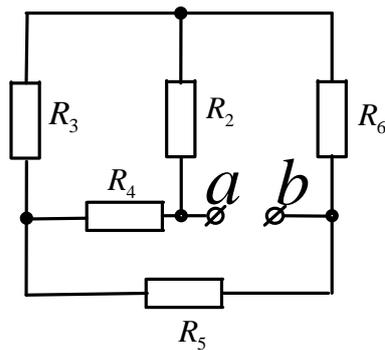

Рисунок 12
**Задача 9.** Определить эквивалентное сопротивление схемы (рис.12) относительно зажимов  $ab$ , если  $R_2=18\text{Ом}$ ;  $R_3=20\text{Ом}$ ;  $R_4=12\text{Ом}$ ;  $R_5=10\text{Ом}$   $R_6=8\text{Ом}$ .